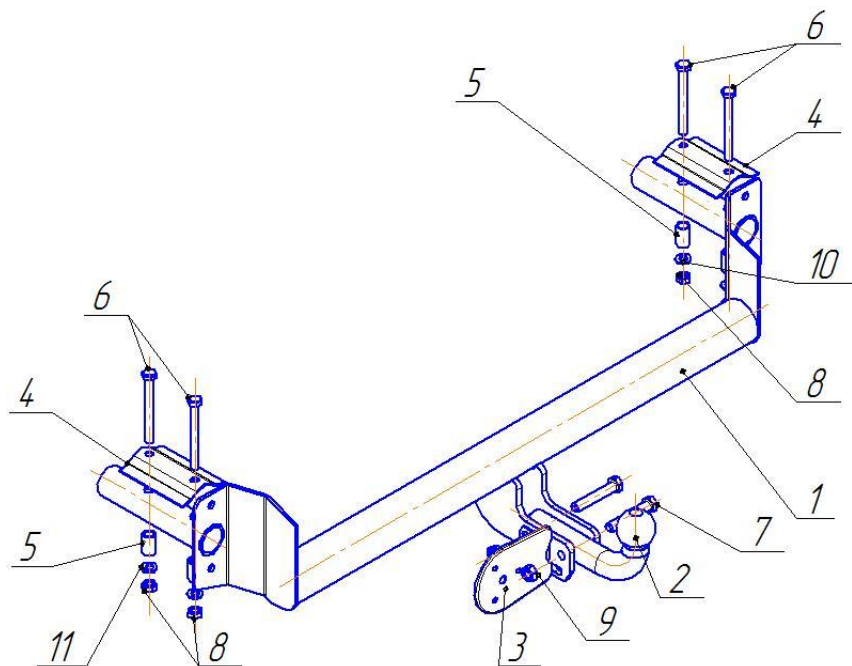

Рис.1 Установка ТСУ на автомобиль
- Демонтировать задний бампер и кронштейны бампера, установить балку ТСУ поз.1 (см.рис.1) в полости лонжеронов и прикрепить ее к задней панели кузова штатными гайкам кронштейнов бампера;